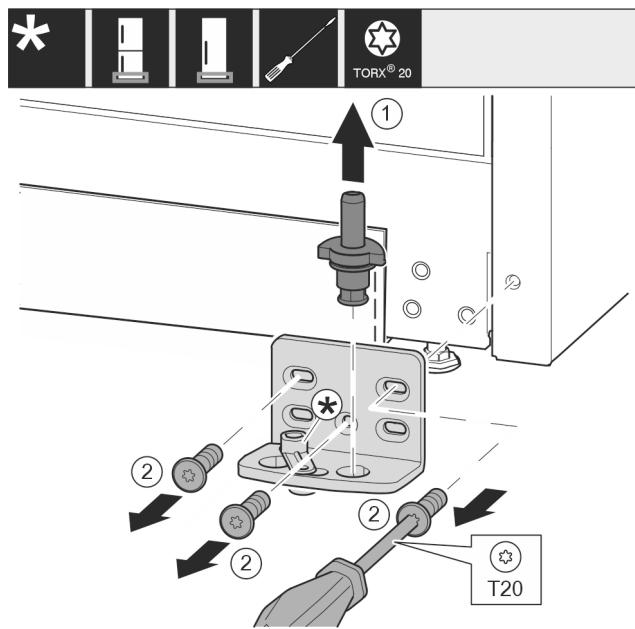

Fig. 16*
- Ložiskový čep Fig. 16 (1) celý vytáhněte nahoru.*
- Šroubovákem vyšroubujte šrouby Fig. 16 (2) a sejměte stojan ložiska.*